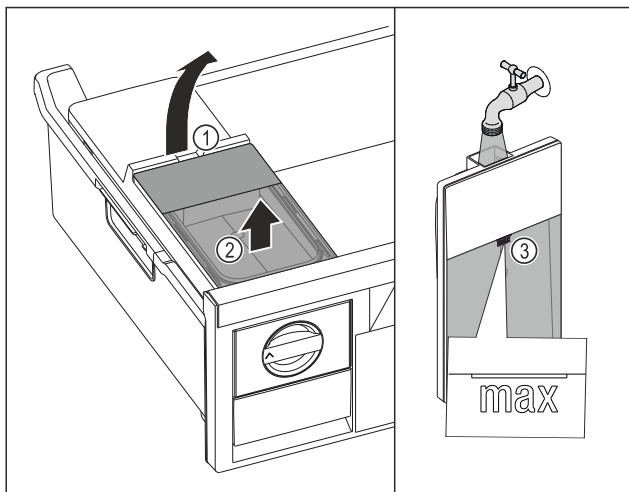

Fig. 69
- ▶ Zvedněte nádržku na vodu za vybrání Fig. 69 (1).
- ▶ Vyjměte nádržku na vodu nahoru. Fig. 69 (2)
- ▶ Naplňte nádržku na vodu pitnou vodou až po značku Fig. 69 (3).